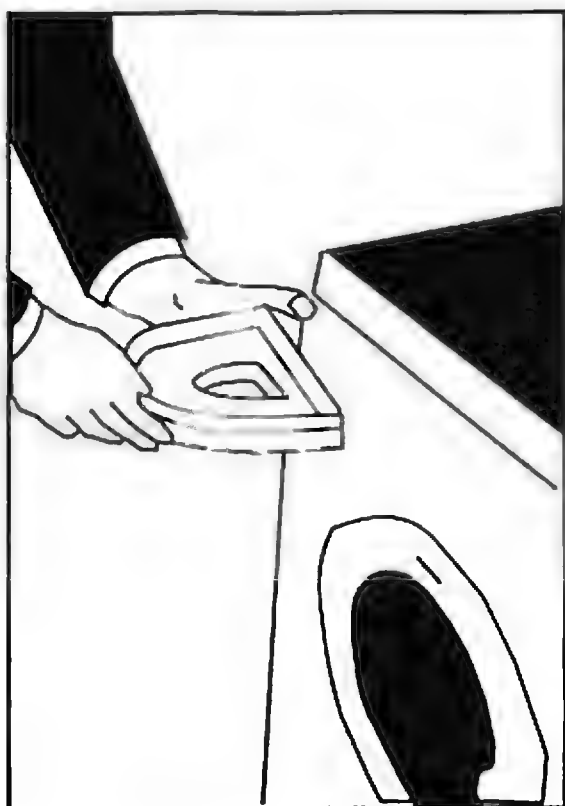

Рис. 3.1.3.22. Демонтаж распределителя мощных средств
3. Полностью выдвигают распределитель мощных средств и слегка приподнимают правый край распределителя, чтобы извлечь его из панели управления (рис. 3.1.3.22). Вытягивают распределитель.